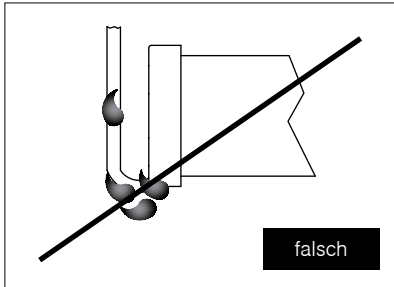

Abb. 14: **falsche** Motorkabelführung
- » den Stopfen (Abb. 14: Pos. 1) entfernen
- » das Loch mit dem Stopfen (Abb. 14: Pos. 1) verschließen